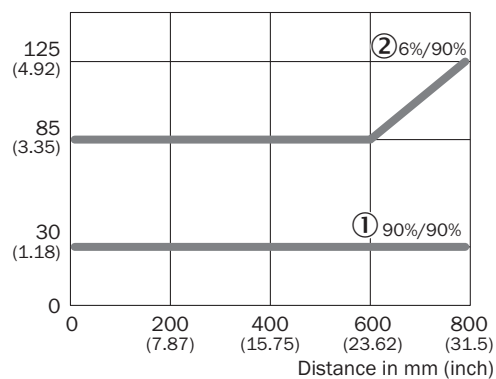

Рисунок 60: Минимальное расстояние от объекта до фона
5. Учитывать дистанцию переключения и дистанцию до объекта/фона, а также отражательную способность объекта. см. рисунок 60, страница 167